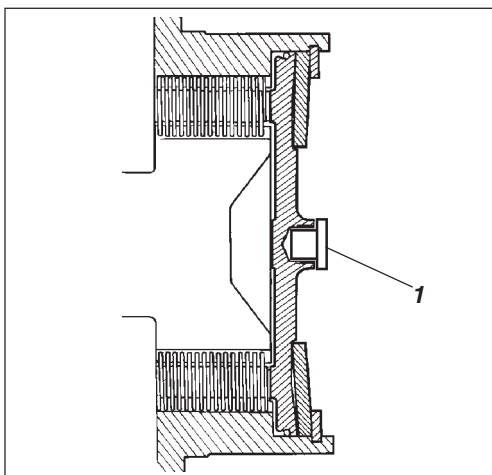

Fig. 36 Carcaça do travão
1. Retirar o bujão central (1) (fig. 36) com um chave de parafusos.
2. Desaparafusar e retirar o a ferramenta de travão (1) do seu orifício de fixação roscado. Em seguida, fixar a ferramenta de travão (1) no orifício central, apertando o parafuso (2) até este atingir o fundo do orifício. Apertar então a porca (3) contra a ferramenta de travão até não se poder mais. O travão estará então liberto.
4. Após o reboque, aparafusar novamente a porca. Os travões retornam então à sua posição normal. Em seguida, desaparafusar e remover a ferramenta de travão, e remontá-la no seu orifício de fixação. Montar novamente o bujão central (1) para evitar que a rosca do orifício se enferruje.